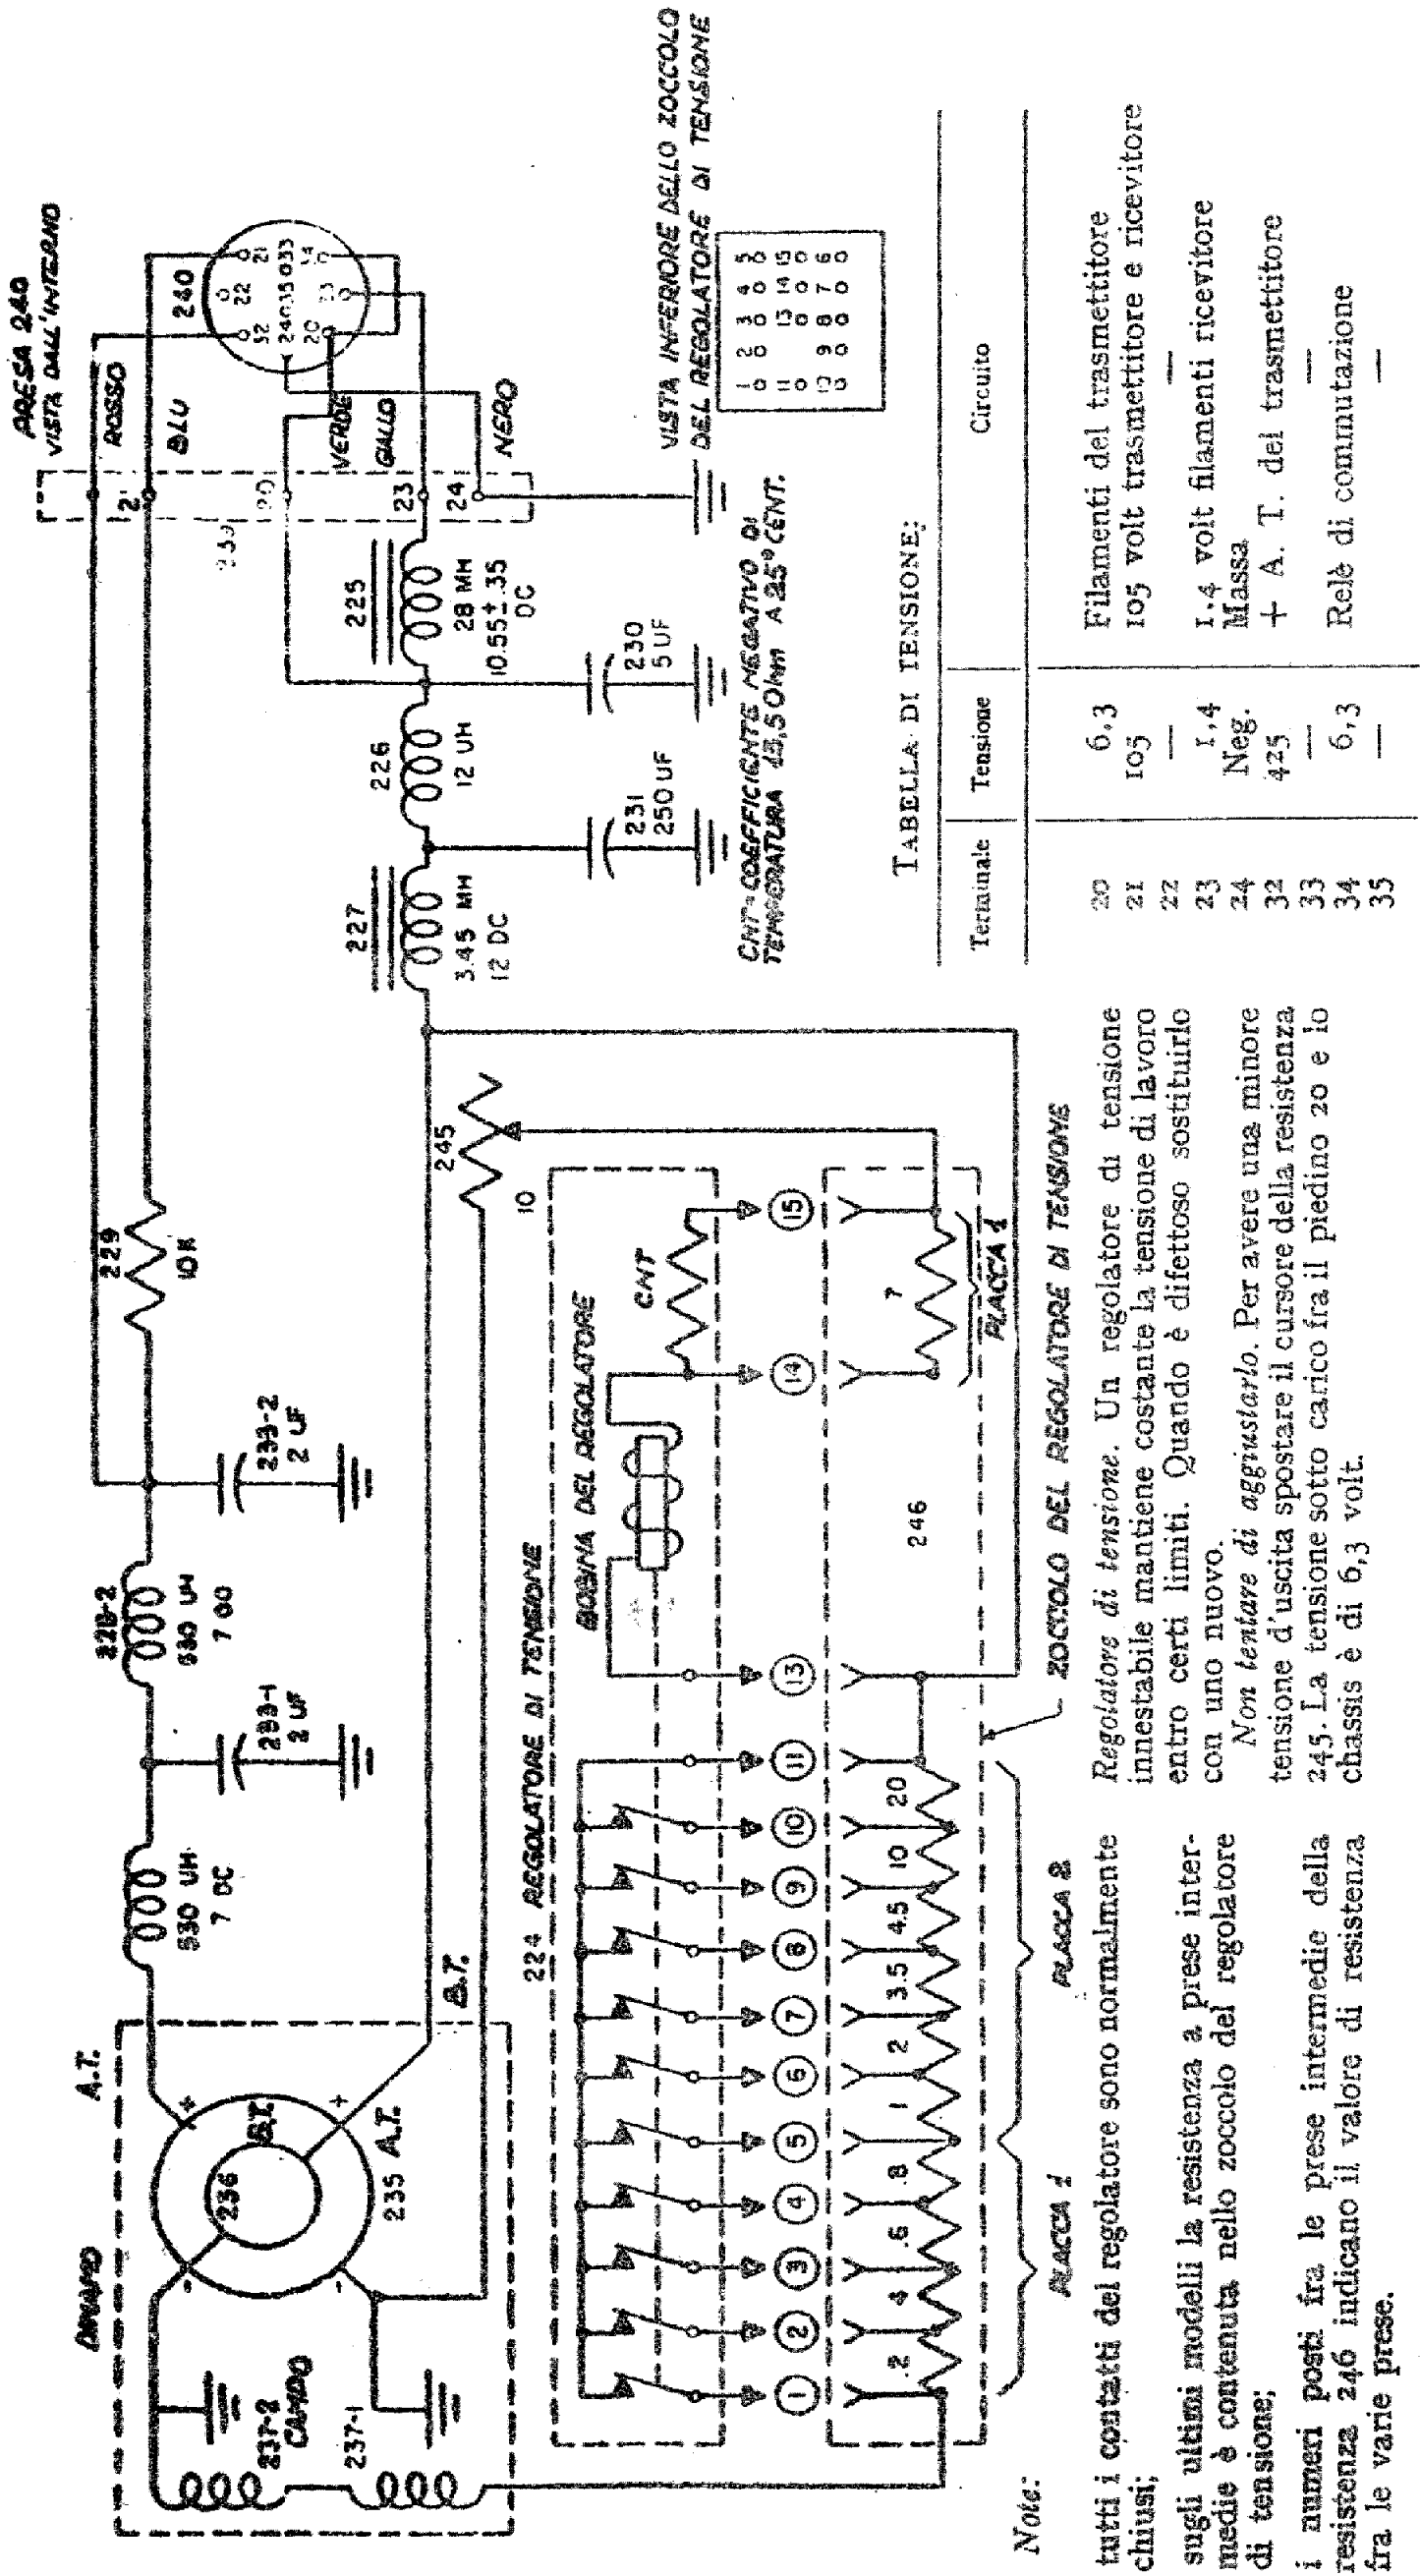

FIG. 35 - Generatore GN-58-A - Ultimi tipi dal n. 10.101 al 14.464 - Schema elettrico.
50-Circuito di alta tensione (fig. 35).
51- Circuito di bassa tensione (fig. 35).
52- Circuito regolatore di tensione del generatore GN-58 (ultimo tipo) (fig. 35).
Così, se la velocità di rotazione aumenta rapidamente, si ha una diminuzione di eccitazione di campo che compensa l'aumentata velocità. L'opposto avviene per una diminuita velocità: l'eccitazione di campo aumenta e quindi la tensione di uscita, che diminuirebbe per la diminuita velocità di rotazione, si mantiene costante per l'effetto dell'aumento dell'eccitazione di campo. La spiegazione che segue descrive il funzionamento del regolatore di tensione che si trova sugli ultimi modelli di generatore GN-58 (fig. 35).
c. In serie alle bobine di campo è collegata una resistenza a prese intermedie (piastre 1 e 2), le sezioni della quale possono essere cortocircuitate dai contatti del regolatore di tensione 224 (fig. 35). La forza che agisce su questi contatti è quella creata dalla corrente che circola nella bobina del regolatore. La spazzola negativa del collettore di alta tensione (235) si collega a mezzo di una resistenza variabile (245) alla spazzola positiva del collettore di bassa tensione. Il circuito si chiude nella seguente maniera: spazzola negativa di A.T., resistenza 245, resistenza da 7 ohm in parallelo ad una resistenza a coefficiente negativo di temperatura N.T.C., bobina del regolatore, contatto 13. Così, dato che la bobina del regolatore è collegata ai circuiti di B.T., la corrente che circola in essa varia col variare della tensione di uscita degli avvolgimenti di B.T.